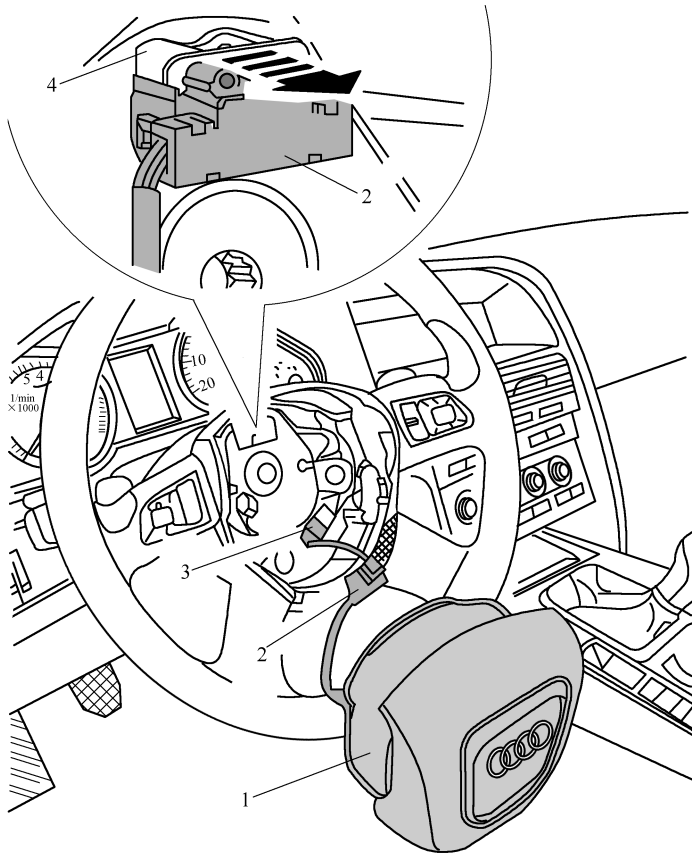

图 6-2-7 从转向盘上拆下安全气囊控制单元
6) 如图 6-2-7 所示，将驾驶员侧安全气囊控制单元从转向盘拉出一些。将插接器保险装置 4 拉出至极限位置(图中箭头所示)，这时插接器 2 将被松开，并可以拔出。从转向盘上拆下安全气囊控制单元 1，断开插接器 3，将安全气囊控制单元缓冲垫朝上放置。